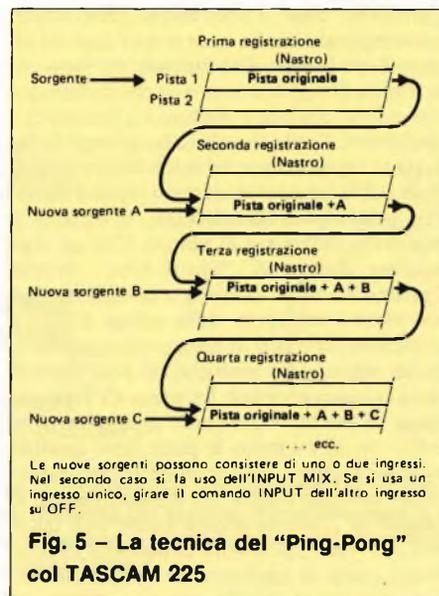

Fig. 5 - La tecnica del "Ping-Pong" col TASCAM 225
All'inizio di questo articolo abbiamo già sommariamente descritto questa tecnica che consiste (fig. 5) nel riprodurre una traccia registrata in precedenza, mixarla con una nuova sorgente sonora (A) e registrare l'insieme sull'altra traccia (2). Ora la pista 2 contiene un duetto (pista originale + A) e si può passare alla terza registrazione e cioè: riprodurre la pista 2, mixarla con una nuova sorgente (B) e registrare l'insieme (pista originale + A + B) nuovamente sulla pista 1 (cancellando nel contempo il materiale vecchio).
Un vero palleggio (Ping-Pong) del programma, da una pista all'altra con continui arricchimenti! Il ping-pong può continuare per un numero successivo di volte, sino a che un ingiustificato aumento del rumore di fondo può consigliare l'operatore a fermarsi. Uno speciale circuito nel Tascam 225 permette di effettuare il Ping-Pong senza fare uso di cavi esterni (come nel caso dei normali registratori stereo a bobine). Il pulsante INPUT MIX realizza internamente tutte le connessioni necessarie. E poichè lo stesso pulsante INPUT MIX riunisce assieme i due segnali di ingresso, è possibile ogni volta registrare, assieme alla pista precedente, due nuove sorgenti sonore (anzichè una sola come indicato nella fig. 5).
è combinare la tecnica dell'overdub con quella del ping-pong, per la semplice ragione che si tratta di un apparecchio nel formato 4 piste/2 canali, che può cioè trattare due soli segnali alla volta, ancorchè su quattro porzioni di nastro (due piste in un senso e due nell'altro, capovolgendo la cassetta). Questo limite appare intuibile se si confronta lo schemino di fig. 1 relativo a un registratore 4 piste/4 canali con lo schemino di fig. 5 che concerne il "nostro".